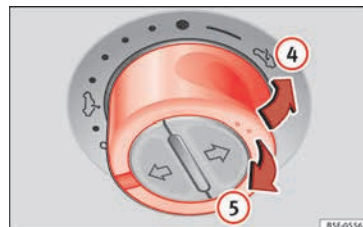

Fig. 14 En el revestimiento interior del techo: pulse el conmutador y tire de él para levantar y bajar el techo.
- Levantar: pulse el conmutador hacia la posición » **fig. 14 (4)**. Para una posición intermedia, mantenga el conmutador accionado hasta alcanzar la posición deseada.
- Bajar: tire el conmutador hacia la posición » **fig. 14 (5)**. Para una posición intermedia, mantenga el conmutador accionado hasta alcanzar la posición deseada.